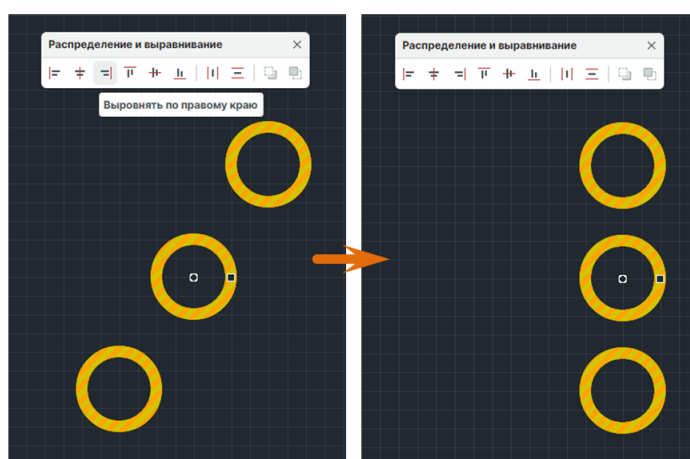

Рис. 564 Выравнивание по правому краю
2. На панели «Распределение и выравнивание» выберите инструмент «Выровнять по правому краю», который обозначен иконкой , см. Рис. 564.